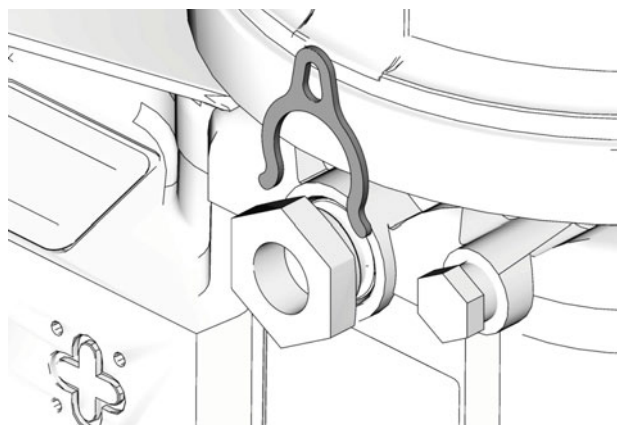

FIG. 4
- Il controllo del volume della pompa è impostato utilizzando nessun distanziale (0), oppure 1 o 2 distanziali (FIG. 4).